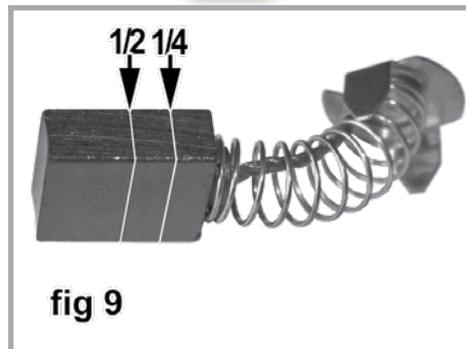

fig 9
3. Remplacez-les lorsqu'elles sont usées au-delà de la marque 1/4 (fig.9).